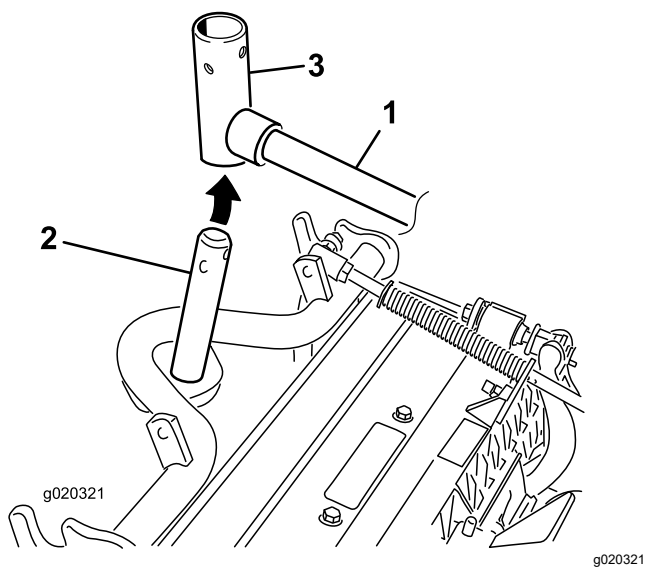

图 7
9. 对于前滚刀组在将承载架轴向上插入提升臂轴轭的同时把滚刀组滑到提升臂下方 (*图 7*)。
- B. 将提升臂轭插入承载架轴的上方 (图 7)。